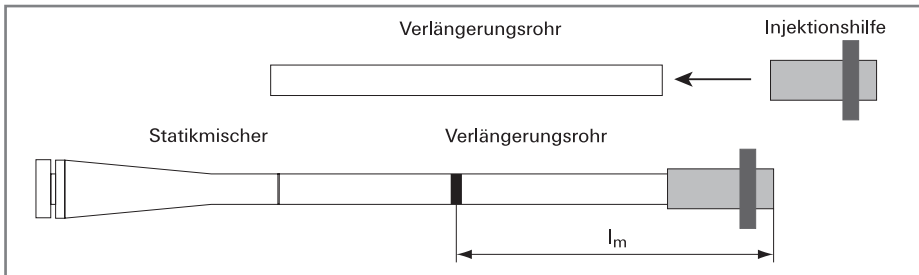

Abb. 7: Aufbau der Injektionsverlängerung
- Schließlich ist auf dem Verlängerungsrohr mit Klebeband die Markierung der Injektionslänge  $l_m$  gemäß Abbildung 7 anzubringen.